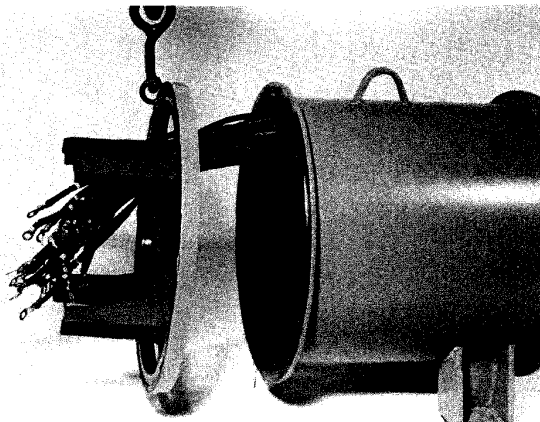

FIGURA 6-31
2. Quite el soporte del extremo delantero del ensamble del estator principal. (Figura 6-31.)